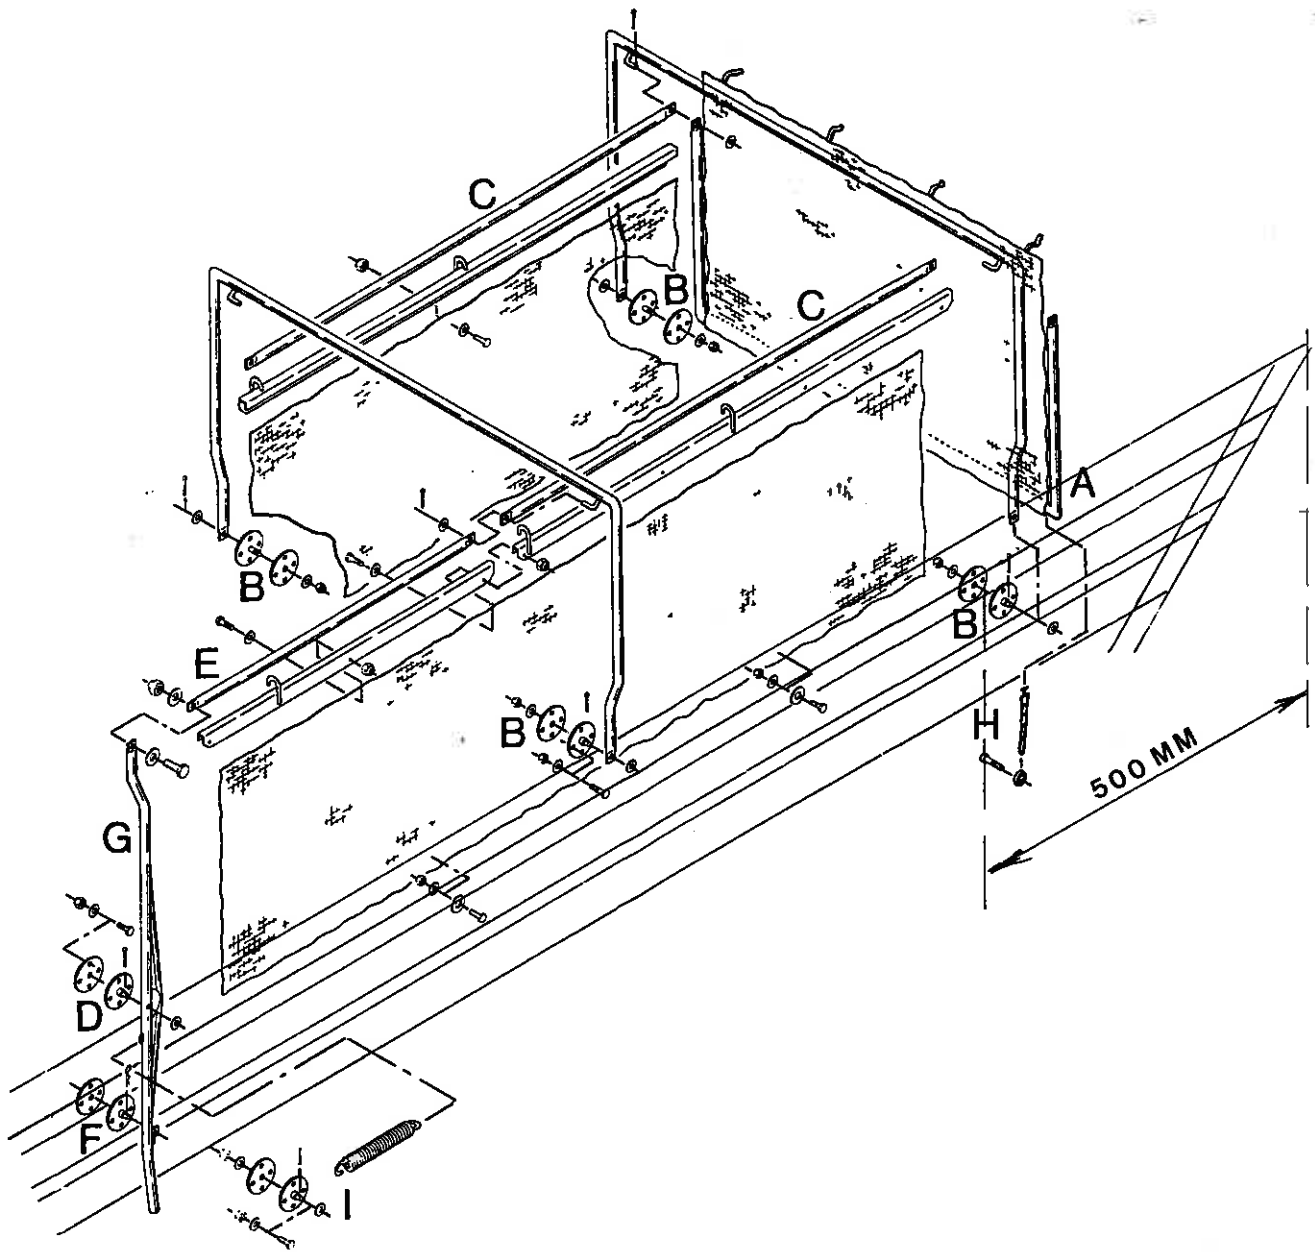

Fig. 20. Grøntnet for 6,7 - 8,0TC
5.3. Montering af grøntnet for 6,7 og 8,0TC Fig. 20.